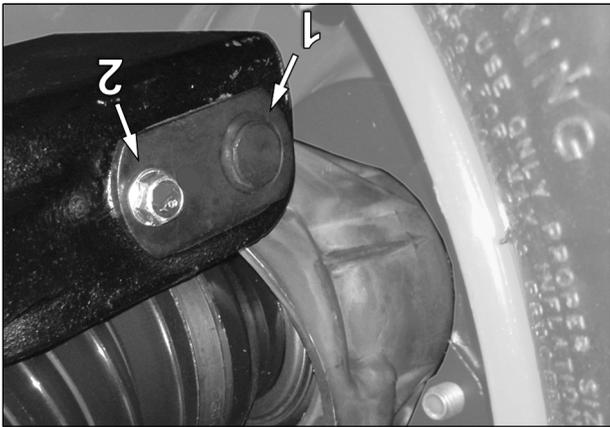

Fig. 5
5. Dévisser le boulon (2) et retirer l'axe d'articulation au moyeu de roue. Voir la Fig. 5